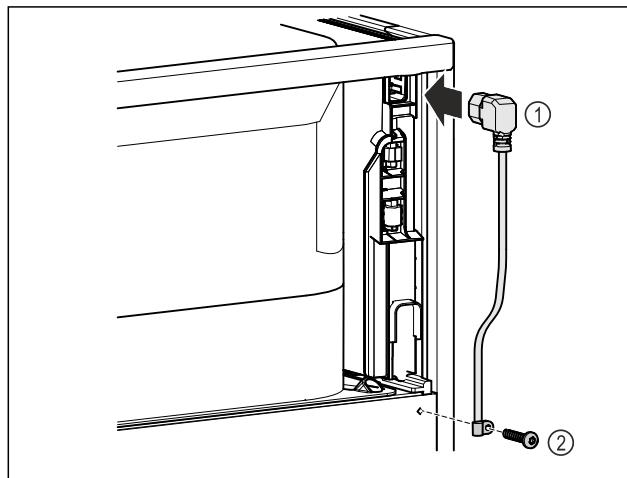

Fig. 11
- Ikiškite prijungimo prie tinklo laido „šaltojo prijungimo“ jungti Fig. 11 (1) galinėje prietaiso pusėje.
- Sumontuokite suveržimo įtaisą. Fig. 11 (2)